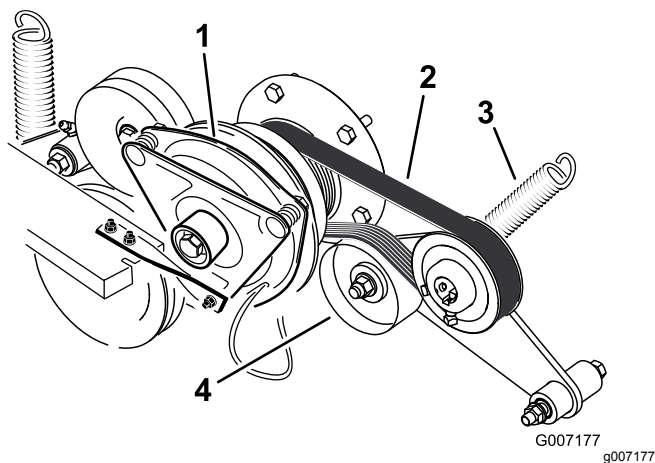

Figura 80
3. Retire el muelle del brazo de la polea tensora (Figura 80).
4. Instale la correa nueva alrededor de la polea del motor y de la bomba hidráulica (Figura 80).
6. Instale el muelle en el brazo tensor (Figura 80).